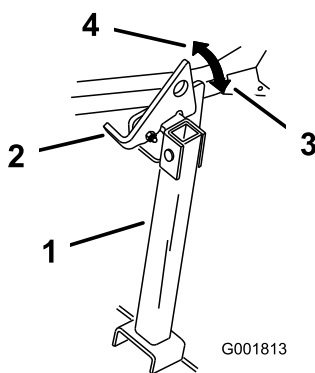

Bild 42
2. Heben Sie den Riegel in die entsicherte Stellung an (Bild 42).